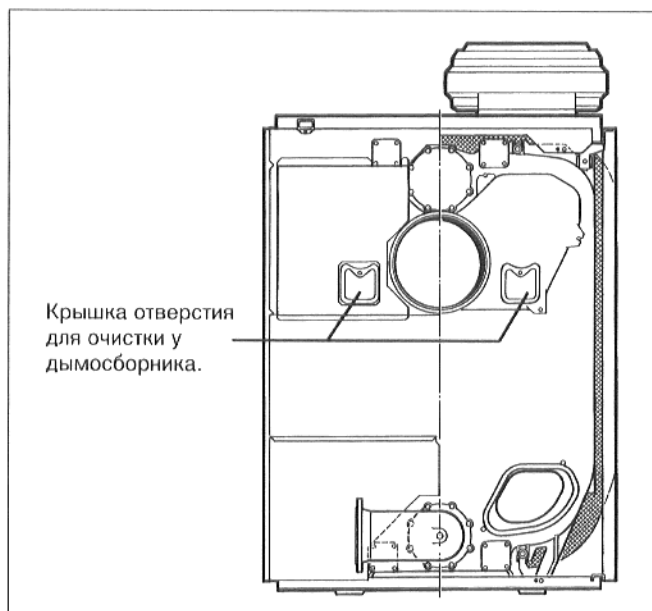

Рис. 64
- Устранить нагар из дымосборника (рис. 64).